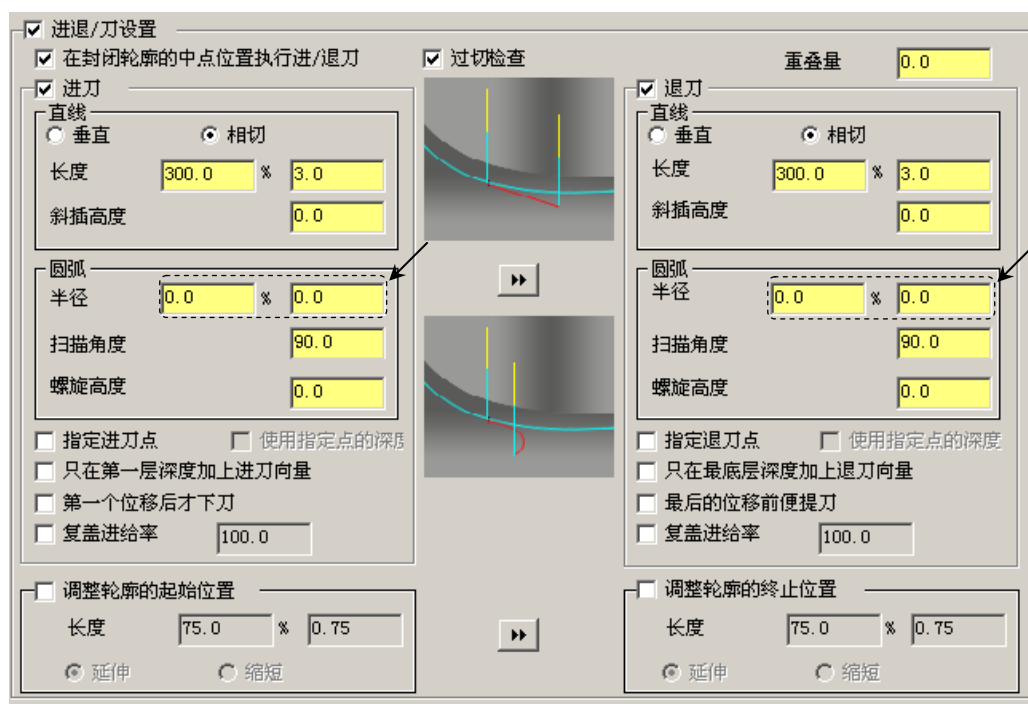

图 20.61 “进退/刀参数”参数设置界面
(1) 完成上步操作后，在“2D 刀具路径-外形铣削”对话框刀具列表中双击该刀具，系统弹出“定义刀具-机床群组-1”对话框。
(2) 设置刀具号码。在“定义刀具-机床群组-1”对话框中的 **刀具号码** 文本框中，将原有的数值改为 8。
(3) 设置刀具的加工参数。单击“定义刀具-机床群组-1”对话框中的 **参数** 选项卡，在 **进给速率** 文本框中输入值 100.0，在 **下刀速率** 文本框中输入值 50.0，在 **提刀速率** 文本框中输入值 500.0，在 **主轴转速** 文本框中输入值 8000.0。
(4) 设置冷却方式。在 **参数** 选项卡中单击 **Coolant...** 按钮，系统弹出“Coolant...”对话框，在 **Flood** (切削液) 下拉列表中选择 **On** 选项。单击该对话框中的  按钮，关闭“Coolant...”对话框。
Step10. 设置进退/刀参数。在“2D 刀具路径-外形铣削”单击 **进退/刀参数** 节点，设置参数如图 20.61 所示。